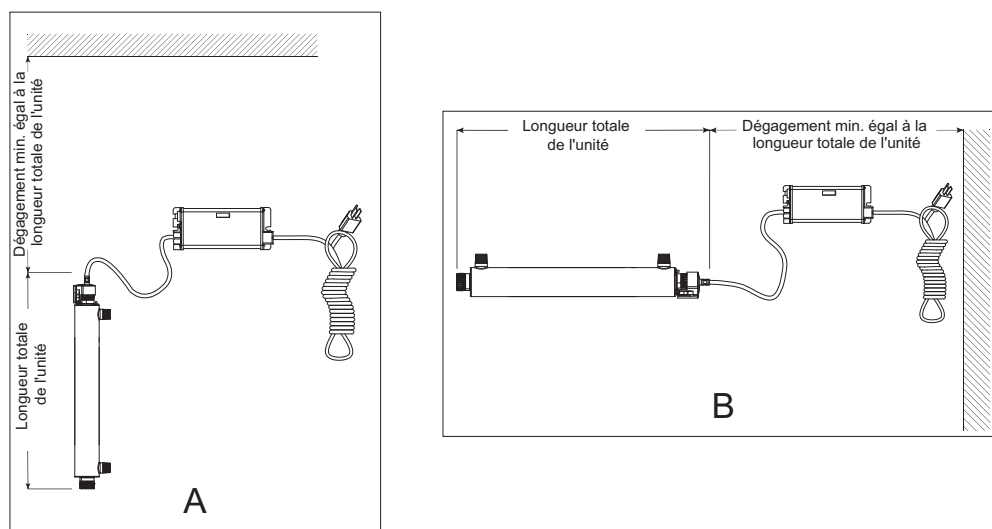

Figure 4 Installation du système de désinfection - Verticale et Horizontale
2. Sélectionnez un emplacement approprié pour le système de désinfection et ses composants connexes. Étant donné qu'il est recommandé d'installer un DFT, assurez-vous qu'il est pris en compte avant l'installation. Le système peut être installé soit verticalement (orifice d'entrée en bas) comme indiqué dans la Figure 4 A soit horizontalement comme indiqué dans la Figure 4 B. Cependant, l'installation verticale est la méthode préférée. Lorsque vous sélectionnez un emplacement de montage, laissez suffisamment d'espace pour permettre la dépose de la lampe UV/du manchon en quartz (on laisse habituellement un espace équivalent à la taille de la chambre UV elle-même).